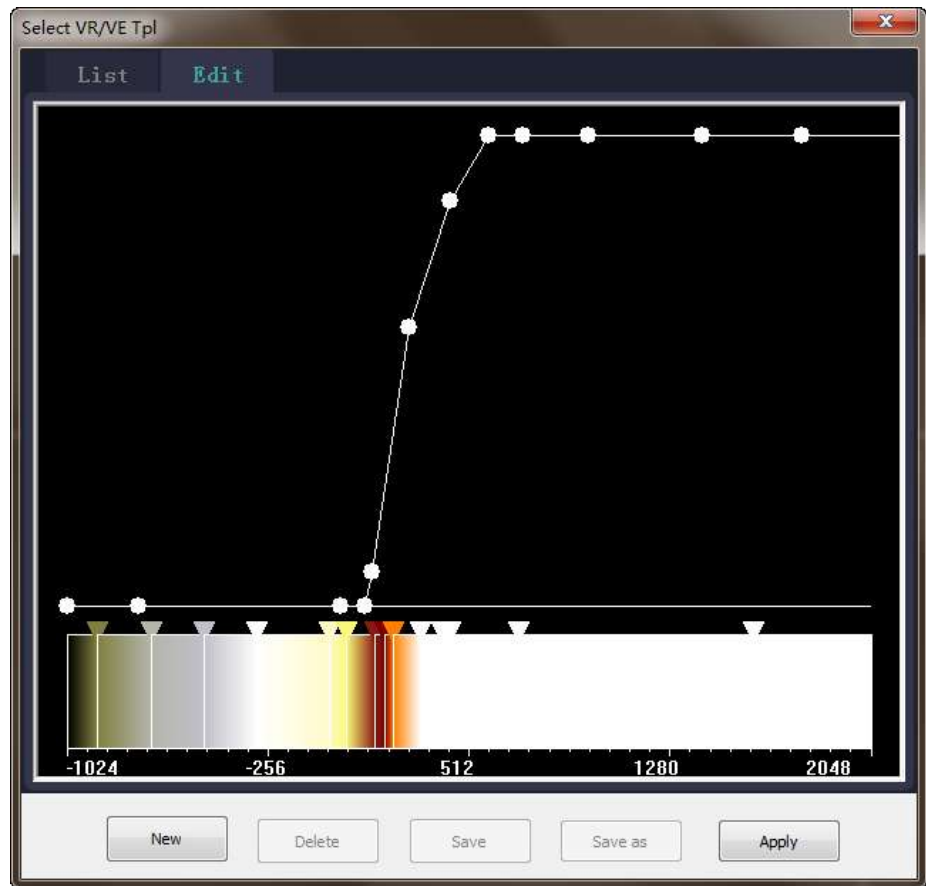

Рисунок7-10 Редактирование VR-шаблонов
(1) Нажать на вкладку [Edit] /Редактировать/ для входа в интерфейс по редактированию VR-шаблона, как это показано на Рисунок7-10. VR-шаблон, представленный системой, является результатом многократной аутентификации и тем самым поддерживает редактирование.